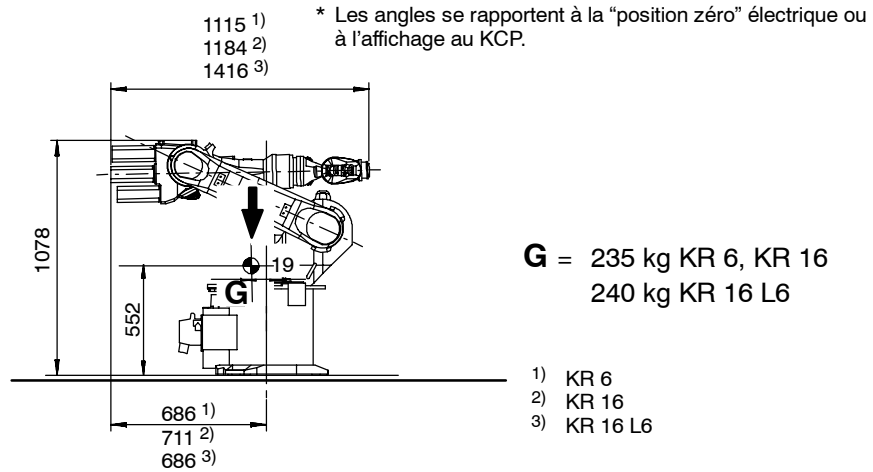

Fig. 42 Position de transport, robot monté au sol
Les cotes pour les différentes variantes de robot sont à tirer de la Fig. 42. La position du centre de gravité et le poids varient légèrement en fonction du type de robot.
(2) Mettre le manipulateur en service et l'amener en position de transport (Fig. 42).
La position de transport correspond à la position de transport du robot monté au sol ou au plafond (Fig. 42).
- (2) Mettre le manipulateur en service et l'amener en position de transport (Fig. 42).